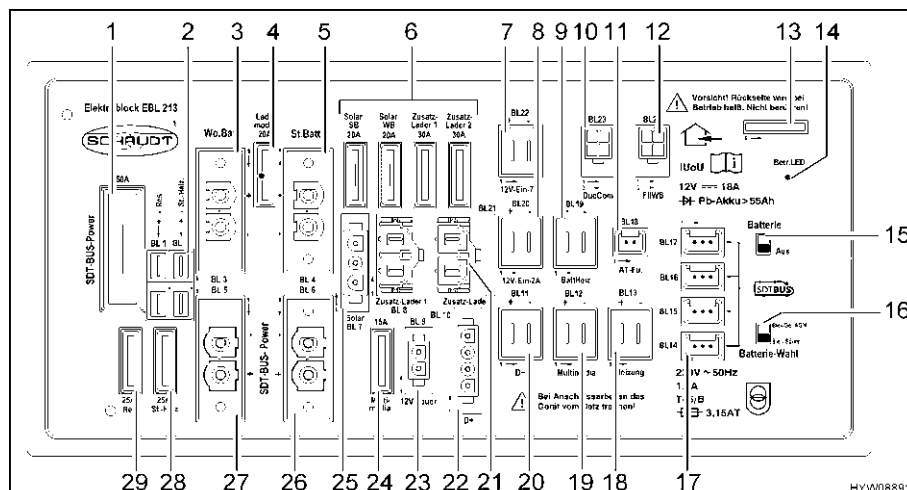

Fig. 112 Centralina elettrica (EBL 213)
- Portare l'interruttore staccabatteria (Fig. 112,15) sulla centralina elettrica EBL 213 in posizione "Aus" (spento).
- Portare l'interruttore staccabatteria (Fig. 112,15) sulla centralina elettrica EBL 213 in posizione "Ein" (acceso).